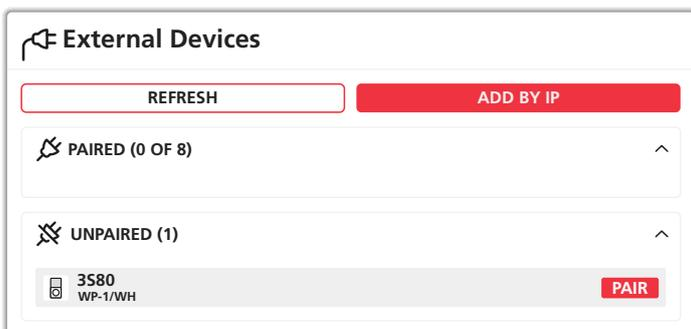

Abb. 8
- 1) Auf der Benutzeroberfläche des Verstärkers die Ansicht „Settings ⇒ External Devices“ aufrufen. Wie in der Abb. 8 werden unter **PAIRED** bereits verbundene Wandbedienteile angezeigt (hier: keines). Unter **UNPAIRED** werden die für eine Verbindung zur Verfügung stehenden Wandbedienteile angezeigt, die im Subnetz des Verstärkers gefunden wurden. In diesem Fall wurde nur das Wandbedienteil WP-1/WH mit dem Kopplungsnamen 3S80 gefunden.